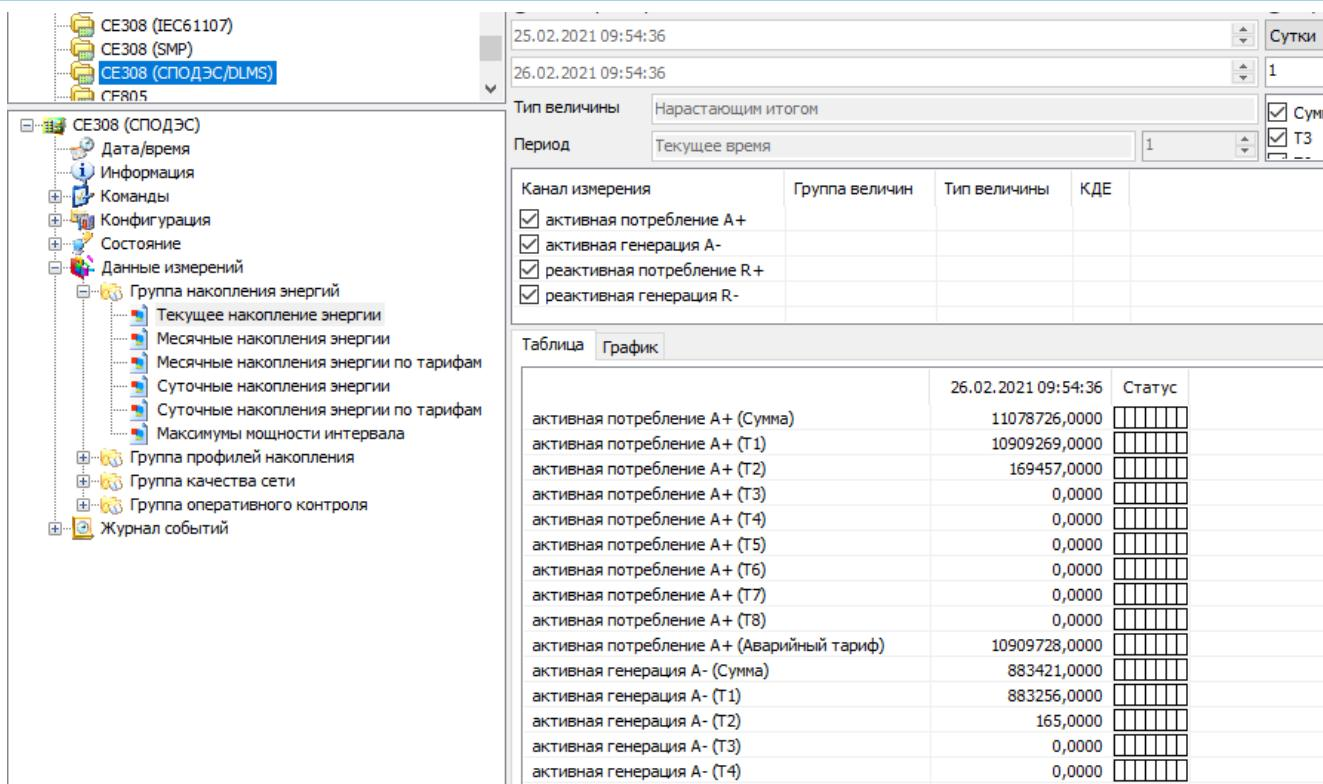

Рисунок 72 – Чтение текущих показаний накопителей энергии
6.3.2.6 Считать накопления энергии в ТПО AdminTools можно на странице «CE208/CE308(СПОДЕС/DLMS) → Данные измерений → Группа накопления энергий → Текущее накопление энергии» (рисунок 72).